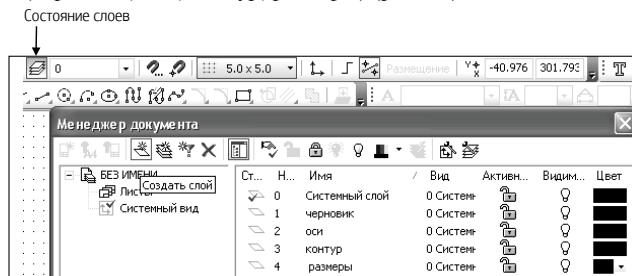

Рис. 83
4. Выполнить настройку слоев, обратившись к пиктограмме *Состояние слоев*. В открывшемся окне *Менеджер документа* нажатием кнопки *Создать слой* сформировать слои чертежа (черновик, оси, контур, размеры) (рис. 83).